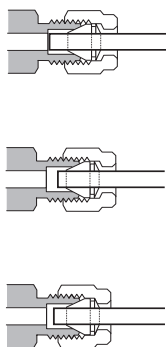

図 16 完成したフィッティング
- 10 図 16 には、正しくねじ込まれた接続と正しくねじ込まれていない接続の両方が示されています。正しくねじ込まれたフィッティングの配管の端は、破損しておらずまたフェラルの動作を妨げないことに注意してください。